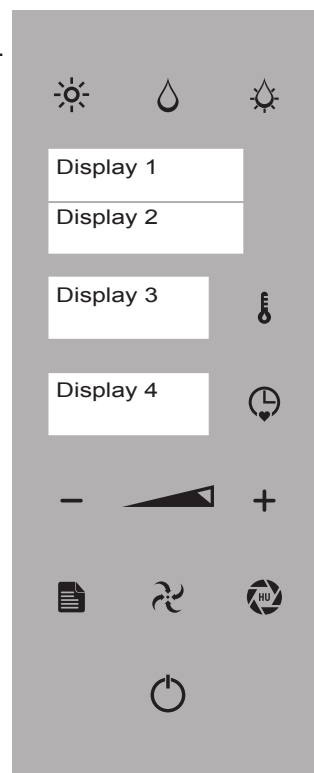

Fig.1
- Modalidad "ESPERA": tecla "ENTRAR" encendida y visualización reloj (Fig.1 Pantalla 3).
- Modalidad "MENÚ PRINCIPAL": tecla "ENTRAR" encendida, visualización reloj (Fig.1 Pantalla 3) y visualización de las funciones (LAVADO -RECETAS- SONDA AL CORAZÓN - APLAZ. - GUARDAR RECETAS - IMPORTAR RECETAS - ACTUALIZAR FW - OFF - Fig.1 - Pantalla 1).
En la modalidad "selección de la función" o "selección del parámetro", después de 5 segundos de inactividad, el horno guarda la función o el valor visualizado (Fig.1 Pantalla 2 - 3 - 4).
El "Programa" y/o "Receta" de cocción, puede ser activado y repetido en caso de necesidad. El aparato puede guardar hasta 60 programas, la duración de cada programa no puede superar las 9 horas de elaboración consecutivas. En el "Programa" están incluidas 5 fases de cocción. La "Fase de cocción" indicada por el mensaje "FASE" (Fig.1 Pantalla 2) indica las características de cocción con las que se tratan los alimentos.